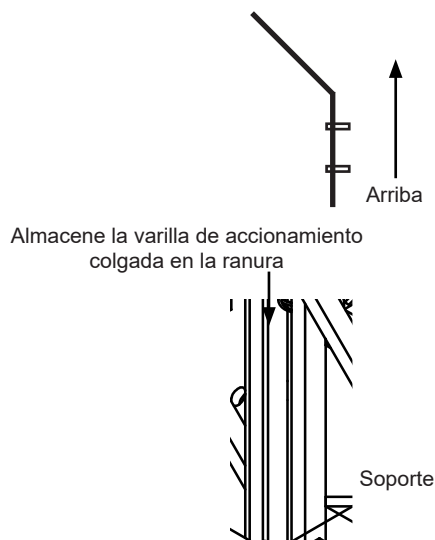

Figura 17
- Monte el soporte de la varilla de accionamiento del PowerStop (Figura 17) en la pared interior cerca del retenedor de vehículos (o lo más cerca posible de la caja de control, si está equipada). Piezas metálicas de montaje proporcionadas por terceros.